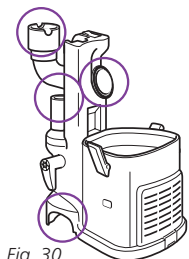

Fig. 30
- Retirez le récipient à poussière et le tube de rallonge, et séparez le récipient amovible de la brosse à plancher motorisée. Regardez dans les 4 ouvertures pour voir s'il s'y trouve des obstructions. (Fig. 30)